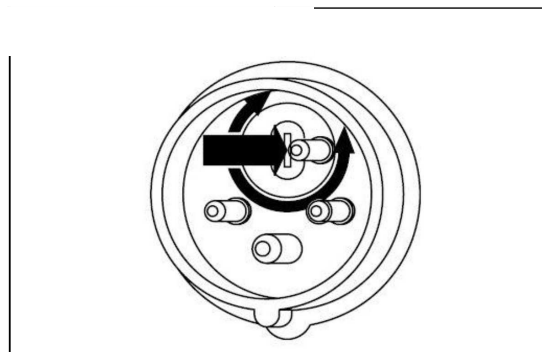

Fig. 6: Inversor de fase
Paso 4: Si está equipado con un inversor de fase (Fig. 6), corrija el sentido de giro en el inversor de fase si es necesario. .